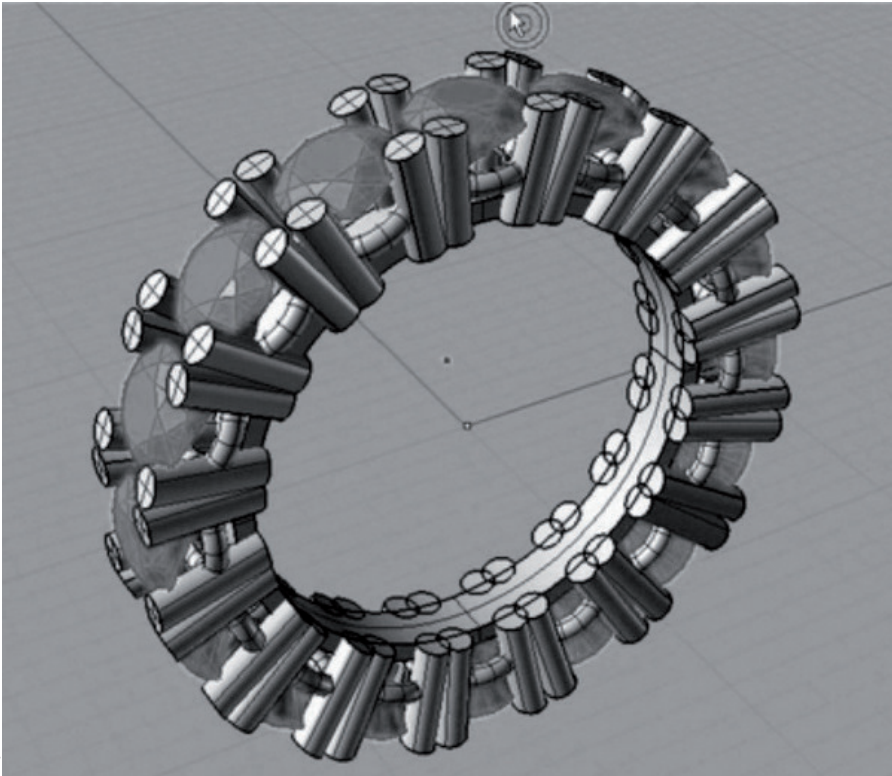

Рис. 113. Шинка кольца
23. Выделяем обе окружности и в панели Surface выбираем команду Extrude, причем в командной строке должно быть Cap = yes. Задаем толщину 1 шинки кольца и получаем поверхность (рис. 113).